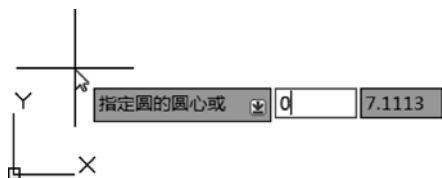
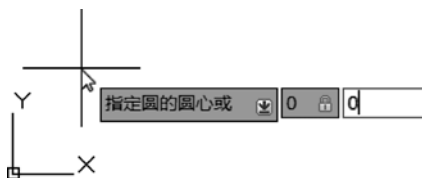

图 1-57 输入 X 坐标
图 1-58 输入 Y 坐标
2) 输入圆心的 X 坐标值为 0，如图 1-57 所示。按〈Tab〉键，切换到下一个字段输入框，在该框中输入 Y 坐标值为 0，如图 1-58 所示，然后按〈Enter〉键。